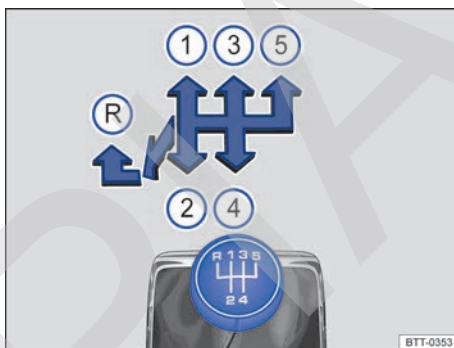
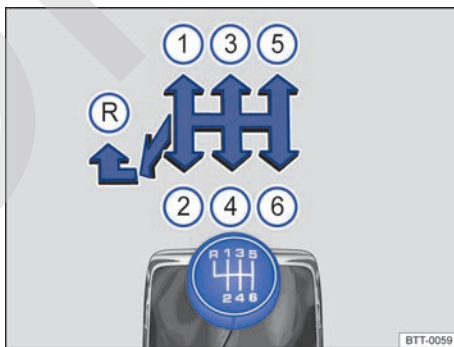

Fig. 96 Esquema de la transmisión manual de 5 marchas.
Fig. 97 Esquema de la transmisión manual de 6 marchas.
Las posiciones de cada marcha están representadas en la palanca de transmisión → fig. 96 y → fig. 97.
- Mueva la palanca de transmisión completamente hacia la izquierda y después hacia adelante para situarla en la posición de la marcha atrás → fig. 96 y → fig. 97 .